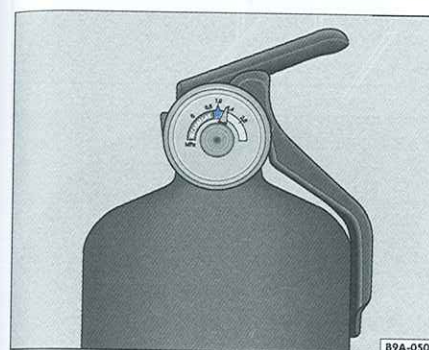

Fig. 124 Manómetro: indicador de carga
- Manómetro - La aguja debe estar en el margen verde (cargado) ⇒ fig. 124.